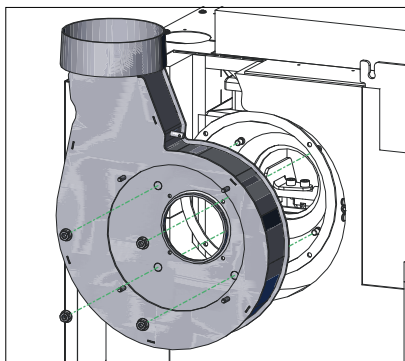

Fig. 25 4 Muttern entfernen und Abgasgebläse vorsichtig abnehmen
- ▶ 4 Muttern entfernen und Abgasgebläse vorsichtig abnehmen – Fig. 25.